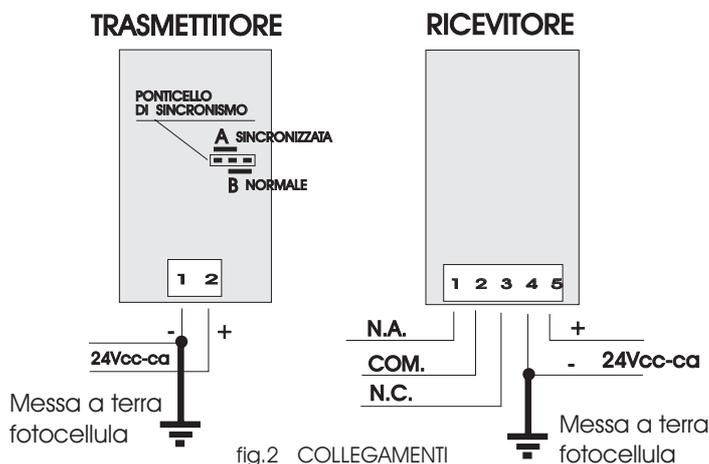
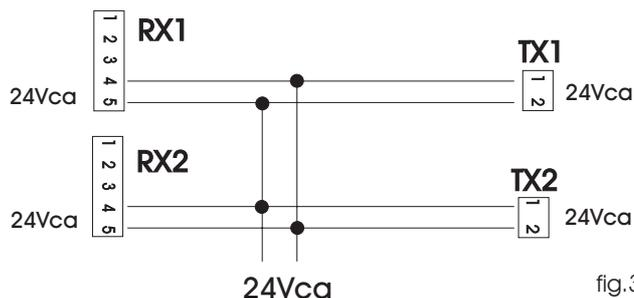

fig.2 COLLEGAMENTI
fig.3 FUNZIONAMENTO SINCRONIZZATO
2) Effettuare i collegamenti (fig. 2), prestando attenzione alle polarità se si alimentano le fotocellule con tensione continua oppure se si vogliono sincronizzare due coppie di fotodispositivi (fig. 3), preoccupandosi che i cavi siano più corti possibile e evitando di farli passare nelle vicinanze di potenziali fonti di disturbo (es. Motori).
Per ottenere quindi il funzionamento sincronizzato si devono alimentare i fotodispositivi come in fig. 3, con 24V ALTERNATI, prestando attenzione ai collegamenti; si deve inoltre spostare il ponticello sul trasmettitore in posizione "A".